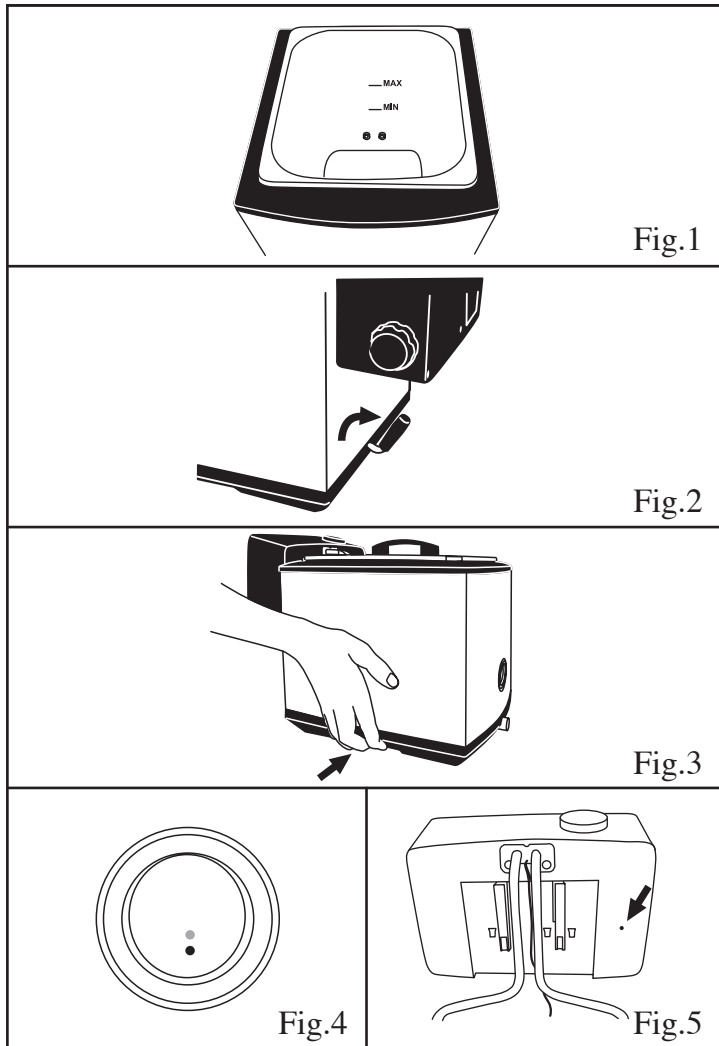

Fig.6
-Sacar la cesta y armar el mango, haciéndolo pivotar hasta que las varillas entren en su alojamiento (Fig.6).